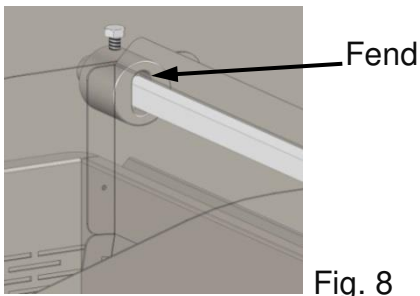

Fig. 8
- Insira a ponta chata da haste da cesta de fritura na fenda localizada na parede traseira da câmara de cozimento (Fig. 8);